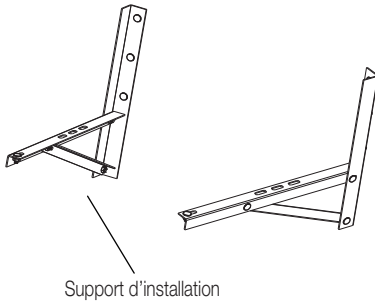

Fig. 10
- Si des supports d'installation pour l'installation du module extérieur sont nécessaires, l'utilisateur peut acheter les supports auprès de notre société ou de nos agents (Fig. 10).